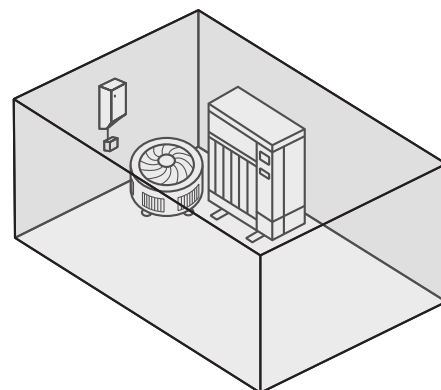

Bild 2
- Sollten Anlagenbauteile im Freien an einem Ort aufgestellt werden, an dem sich freigesetztes Kältemittel ansammeln kann (z. B. Senke, siehe Bild 2), müssen die Anforderungen an Gasnachweissysteme und die Belüftung von Maschinenräumen erfüllt werden (siehe „Kältetechnische Komponenten für die Aufstellung in einem Maschinenraum“; DIN EN 378-3, Abschnitt 4.3).